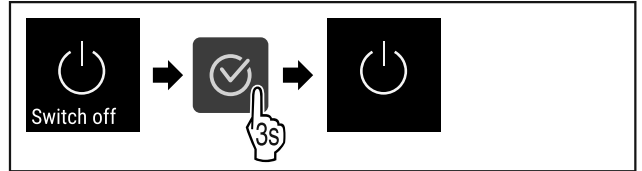

Fig. 64
- ▶ Handlungsschritte (siehe Fig. 64) durchführen.